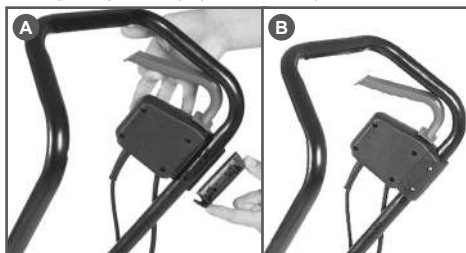

Рис. 5 Установка блока управления
4. Установите блок управления на рабочую рукоятку (см. Рис. 5).